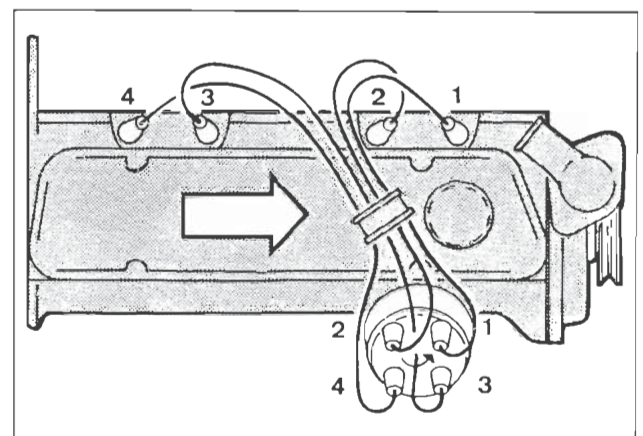

Fig. 93 - Tændledninger (tændingsrækkefølge).
9. Forbind tændledninger med tændrørene, monter luftfiltret og forbind stelkablet med batteriet, Fig. 93.